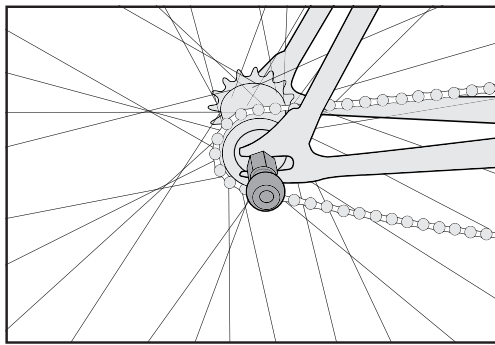

Figure 7
6. Thread the Burley Ballz Hitch onto the exposed axle threads. (Figure 7) If the Hitch does not tighten against the bicycle frame and washer, an additional spacer will need to be inserted.
6. Schrauben Sie die Burley Ballz Kupplung auf die Achse. (Abbildung 7) Wenn sich die Kupplung nicht gegen den Fahrradrahmen und die Unterlegscheibe anziehen lässt, muss eine zusätzliche Distanzscheibe angebracht werden.
6. Vissez l'attelage Burley Ballz sur l'essieu. (Figure 7) Si l'attelage ne serre pas contre le cadre du vélo et la rondelle, vous devrez ajouter une rondelle.